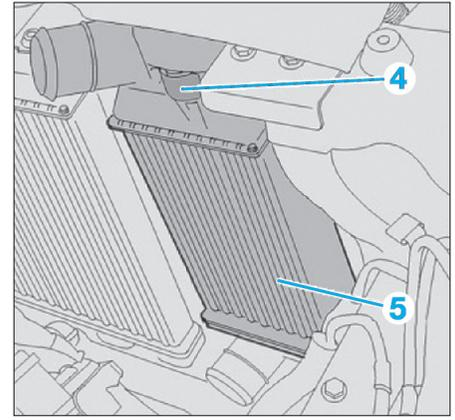

Fig. 43
- Dégrafer la fixation (4) (Fig.43).
- Incliner la partie supérieure de l'échangeur air/air (5) puis le sortir par le haut.